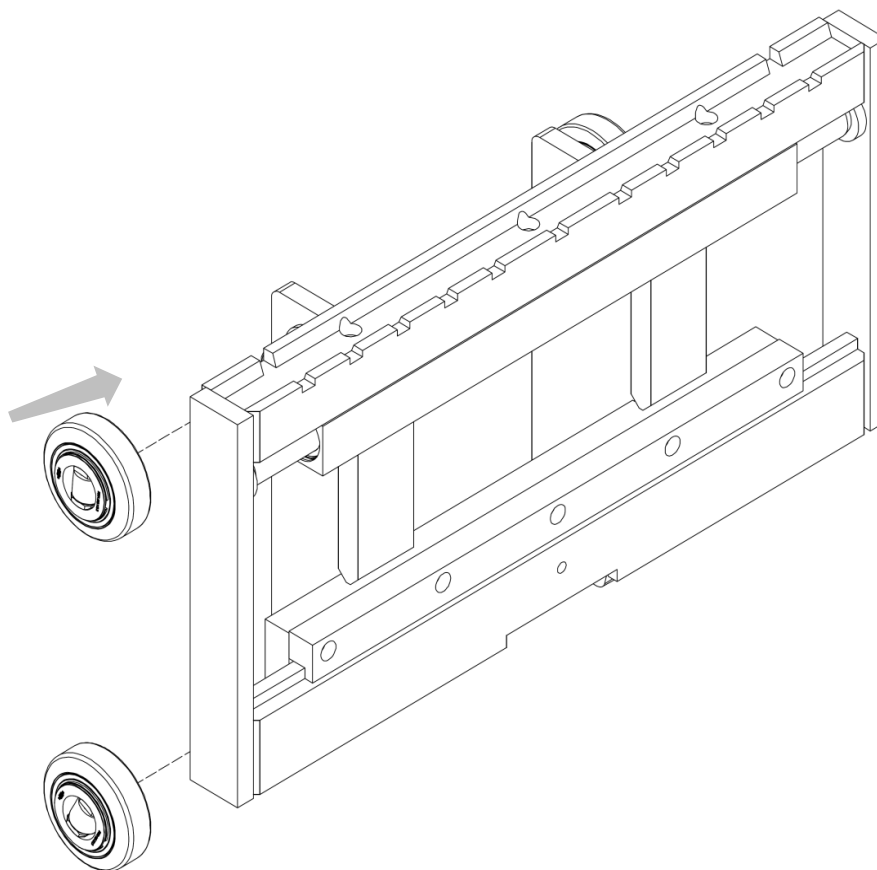

Figura 9
4. Accoppiare i rulli di scorrimento del montante ai perni realizzati sulle spalle (vedi *Figura 9*, in questa immagine, come nelle successive, cuscinetti, spalle e montanti indicati saranno puramente indicativi, con l'unico scopo di mostrare il corretto montaggio dell'attrezzatura).